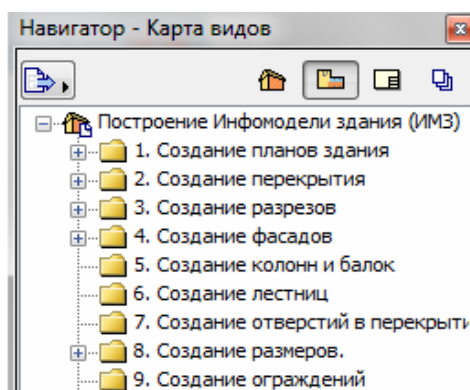

Рис. 106
8. Повторяя неоднократно пункты 2, 3 и 4, создайте 11 основных видов, как это показано на рис. 106.